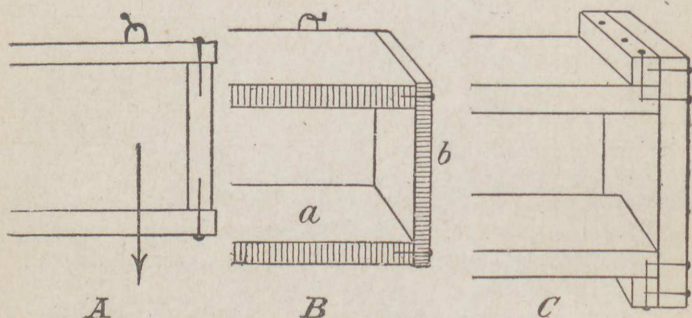

Fig 18. Konstruktion av en hylde, A slet, B noget bedre, C rigtig.
f. eks.) udelukkende henvist til at benytte spiker, ser man i fig. 18 A, hvorledes disse *ikke* maa plaseres, i fig. 18 B, hvorledes de til nød kan indslaaes, og i fig. 18 C, hvorledes sammenføiningen bør være. Nogen nærmere forklaring til de tre tegninger er overflødig, de taler for sig selv.